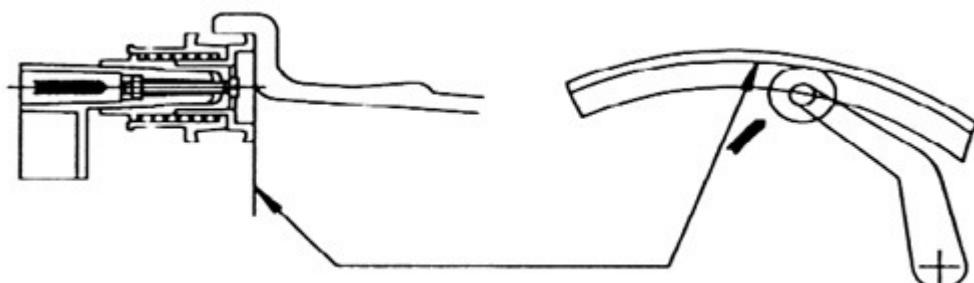

fig. 6.
- Scoateți bratul de măsurare în poziția indicată în Fig. 6., așezând-o pe partea superioară/interioară a jentii și observați că poziția bratului de măsurare nu este stabila.